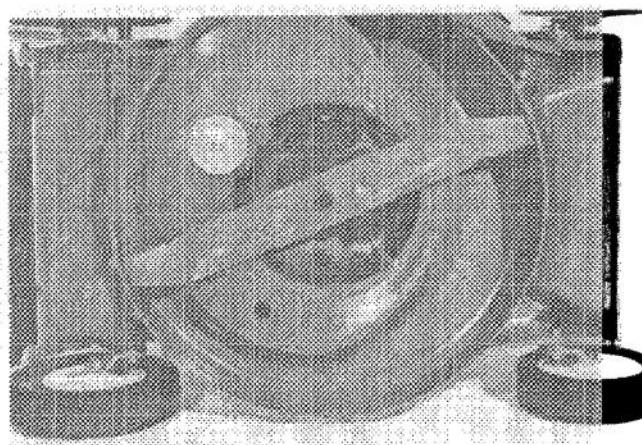

Figure 27
3. Basculez la tondeuse sur son côté gauche (Fig. 27). Avec un tuyau d'arrosage, enlevez les brindilles d'herbe et la saleté qui se trouvent collées au carter. Utilisez un grattoir pour enlever toute l'herbe que l'eau n'a pas chassée.